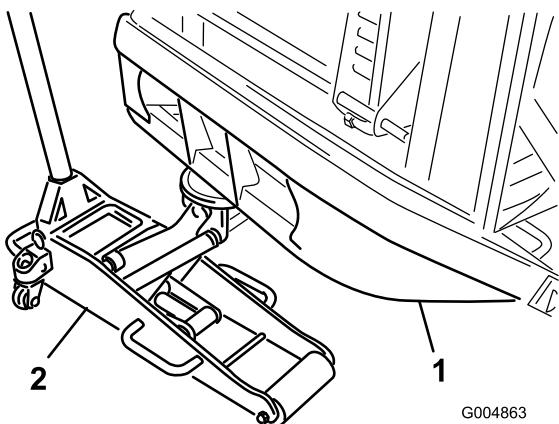

Figure 29
1. Placez un cric d'atelier adéquat sous le tube de pare-chocs arrière, soulevez l'arrière de la machine et soutenez-la avec des chandelles (Figure 29).